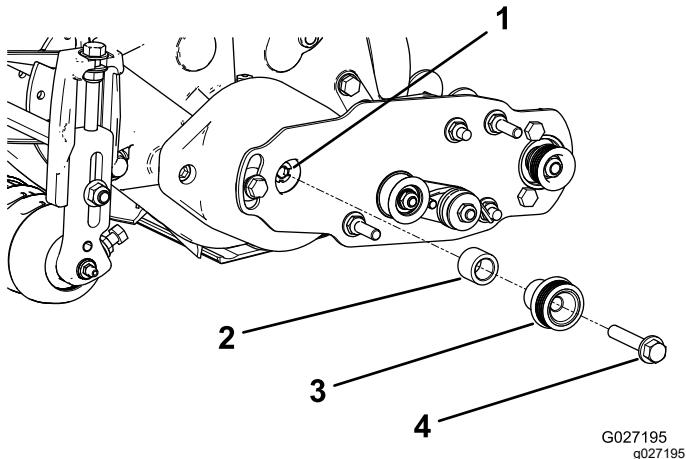

图 15
1. 将隔片插入轴承座的轴中 图 15。
2. 将驱动皮带轮插入隔片和驱动轴 图 15。
3. 用一个凸缘头螺栓 $3/8 \times 2$ 英寸将皮带轮和隔片固定到驱动轴上请参阅 图 15。